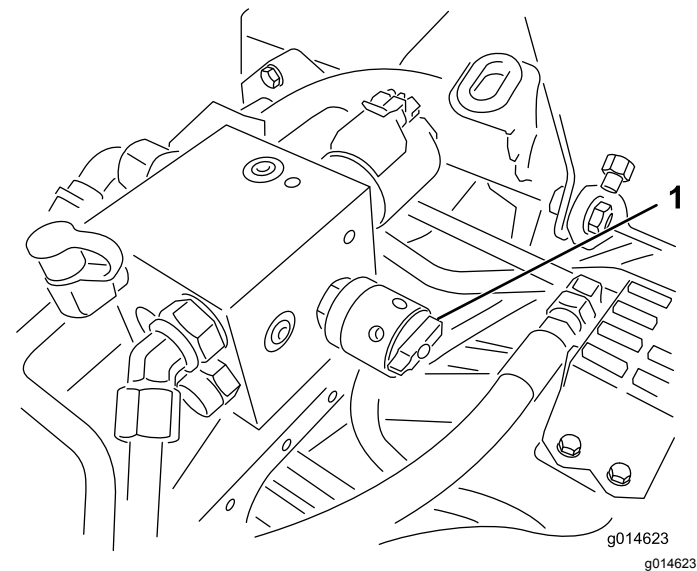

Figura 38
4. Para ajustar a velocidade dos cilindros, rode o manipulô (Figura 38) até que as setas indicadoras fiquem alinhadas com o número que designa o ajuste desejado.